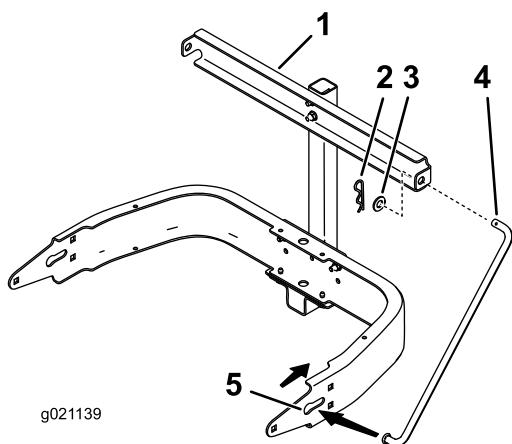

Figura 2
5. Introduzca el extremo sin taladro de la varilla de soporte en el orificio de bocallave del bastidor (Figura 2).
6. Inserte el otro extremo de la varilla a través del soporte y sujetelo con una arandela plana y una chaveta (Figura 2).